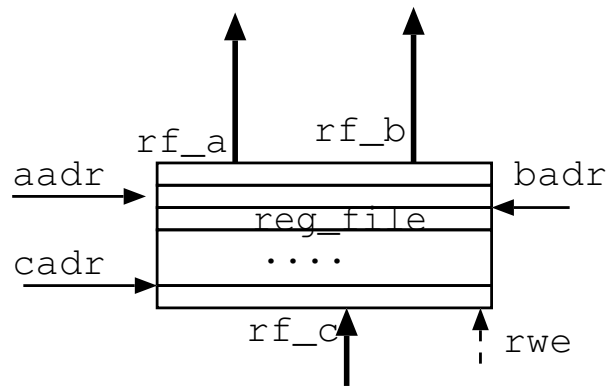

図 1: レジスタファイル
- アキュムレータの代わりにレジスタファイルを使う。レジスタファイルは図 1 に示す 3 ポート構造を想定する（今の POCO なら実は読み出しの a ポートアドレスと書き込みの c ポートアドレスは共有可能である）。レジスタファイルは一種のメモリであり、aadr から与えられた番号（3 ビット）のレジスタが内容が rf_a に読み出され、badr に与えられた番号（3 ビット）のレジスタの内容が rf_b に読み出される。一方、書き込みについては、cadr に与えた番号のレジスタに対して、rwe が 1 の時のクロックの立ち上がりで、rf_c からのデータが書き込まれる。aadr, badr, cadr は ir 中の命令でレジスタを表すフィールドにより指定する。
最初に図 1 の Verilog 記述は以下ようになる。